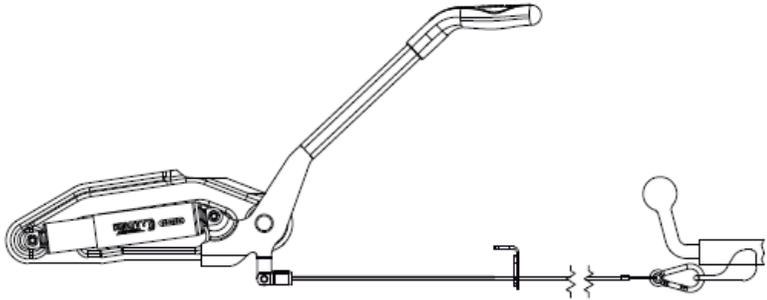

Fig. 1. Corde de sécurité bien attachée
Une remorque doit être attelée au crochet d'attelage d'un véhicule avec l'attelage à boule de la remorque. Pour la description de l'attelage au crochet, voir le pt 2.7 de ce mode d'emploi. Les remorques sont munies d'une corde de sécurité qui doit être bien attachée au crochet (fig. 1). Il ne faut pas oublier de brancher la fiche électrique de la remorque dans la prise de la voiture.
- La corde doit être attachée à une attache selon la Fig.1